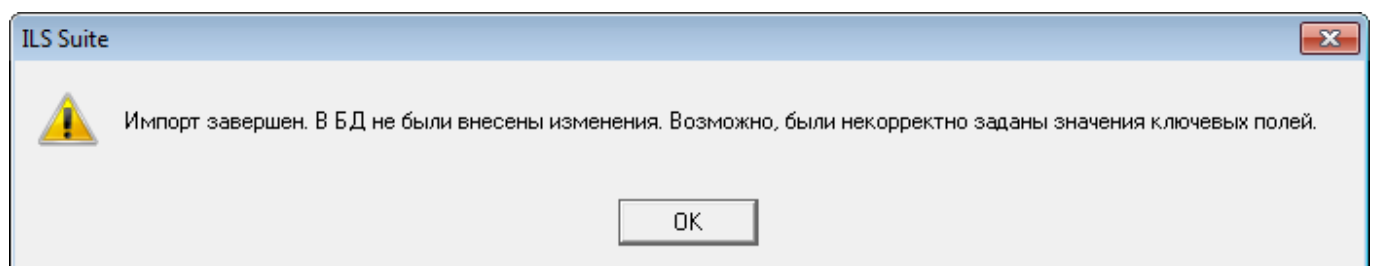

Рис. 13-393 – Сообщение о невозможности выполнить импорт данных
9) Если в окне импорта данных не указано соответствие для ключевых полей, импорт не выполняется и выводится сообщение об ошибке (рис. 13-393). В этом случае нужно повторить импорт, указав правильное соответствие для ключевых полей.